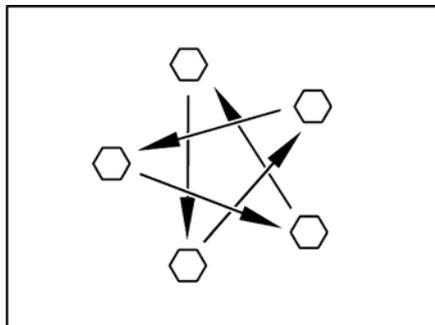

Fig. 160 Serrer en croix les écrous ou les boulons de roue
- Vérifier régulièrement le serrage des écrous ou des boulons de roues. Resserrer alternativement et en croix (Fig. 160) tous les écrous ou les boulons de roue 50 km après le changement d'une roue. Couple de serrage, voir paragraphe 15.5.2.
- ▶ Serrer en croix les écrous ou les boulons de roue (Fig. 160).